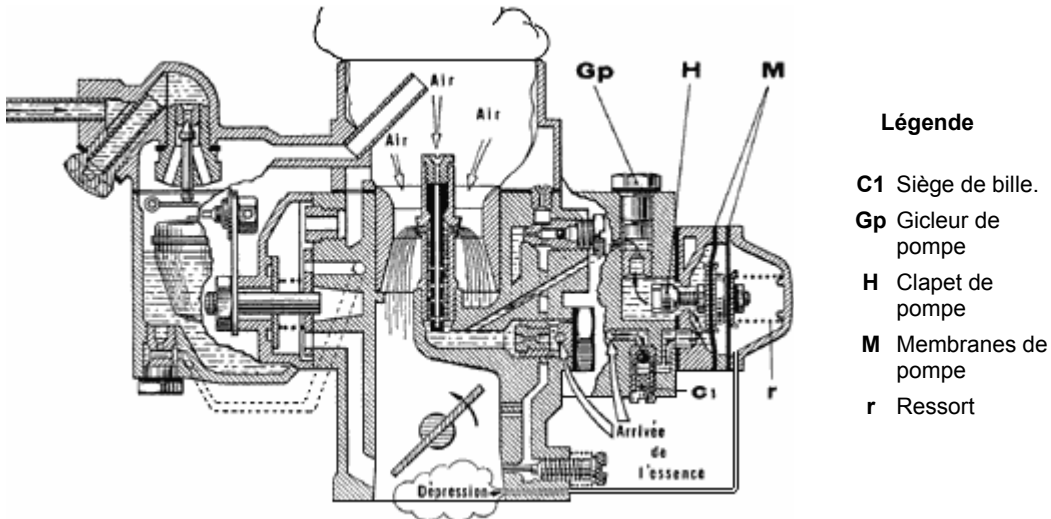
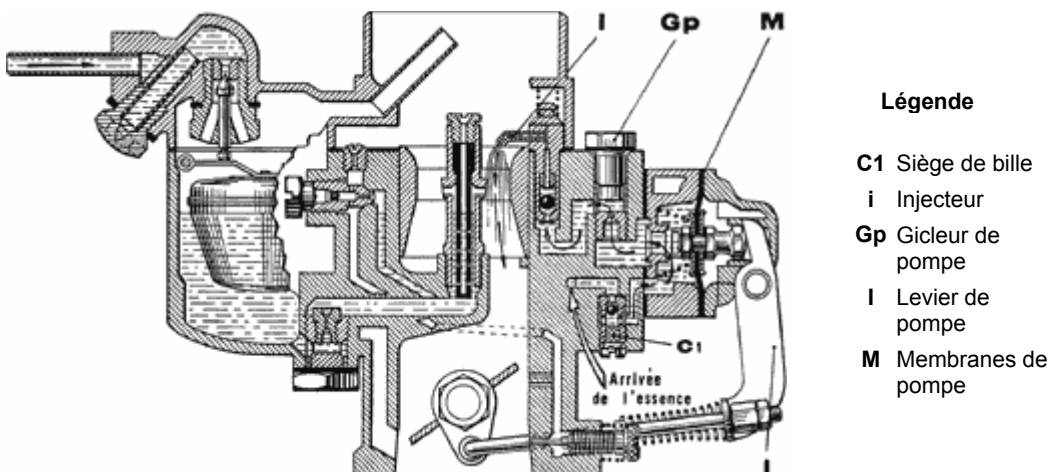

FIG. 19 : Pompe à membrane à commande pneumatique
Fig. 20 Pompe à membrane à commande mécanique Type 2 (standard)
La pompe de reprise SOLEX à membrane peut être commandée soit par la variation de la dépression dans la tubulure d'admission (pompe pneumatique, fig. 19), soit mécaniquement (fig. 20) par le moyen d'une bielle reliée à l'axe de papillon des gaz du carburateur.
- ou bien la pompe ne comporte aucun de ces dispositifs et le chiffre caractéristique du modèle est suivi du chiffre 2 (pompes 52, 72, 82, 92) (fig. 20).